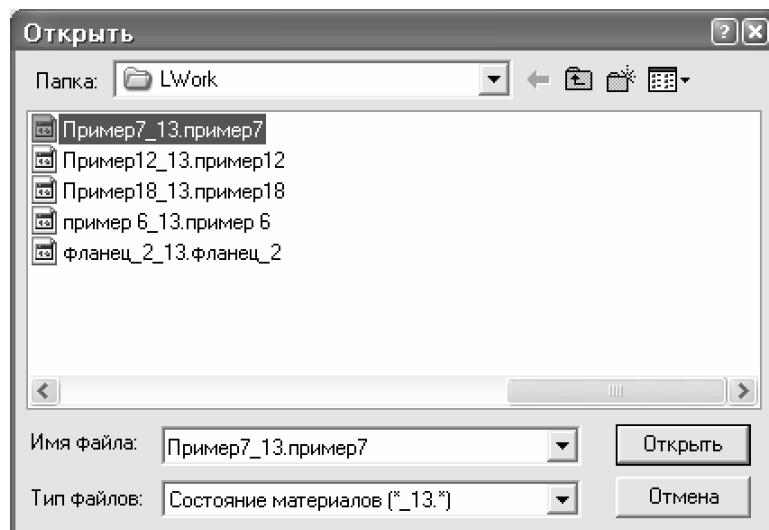

Рис.7.28. Диалоговое окно Открыть
- В диалоговом окне **Открыть** (рис.7.28) в раскрывающемся списке выберите тип файлов **Состояние материалов (*.13.*)**.
- В диалоговом окне **Открыть** (рис.7.28) в раскрывающемся списке выберите тип файлов **Перемещения по шагам (*.35.*).**
- В диалоговом окне **Открыть** (рис.7.28) в раскрывающемся списке выберите тип файлов **Усилия (напр.) по шагам (*.36.*)**.